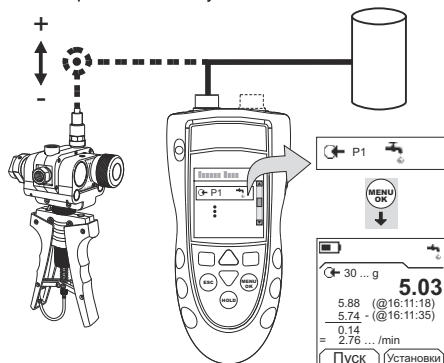

Рисунок 3: Пример конфигурации. Проверка утечки
1. Подключите прибор (Рисунок 3) и при необходимости отрегулируйте Set Up (Настройка) (Таблица 1).